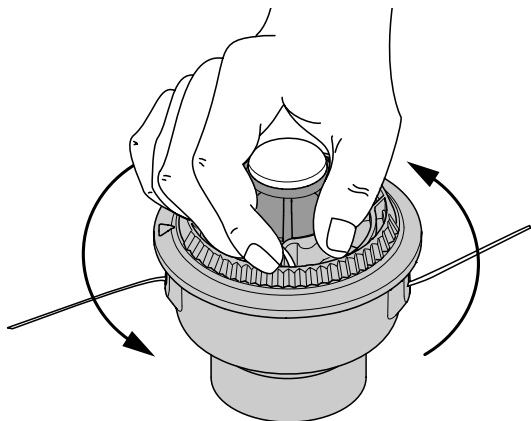

Fig. 50
- Tenez la bobine extérieure. Rembobinez le moulinet intérieur vers la gauche jusqu'à ce qu'il ne reste plus qu'environ 102 mm (4 po) de fil (Fig. 50).